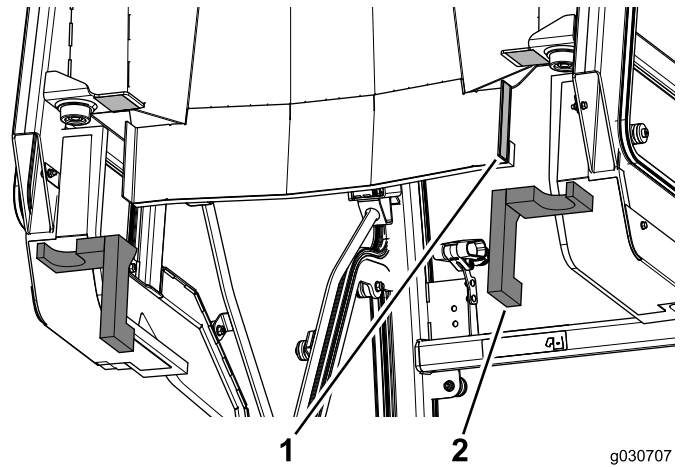

Bild 14
1. Entfernen Sie das Trägermaterial aus Papier vom doppelseitigen Band hinten an der Kabine (Bild 14).
2. Bringen Sie die seitlichen Schaumstoffdichtungen hinten an der Kabine an (Bild 14).